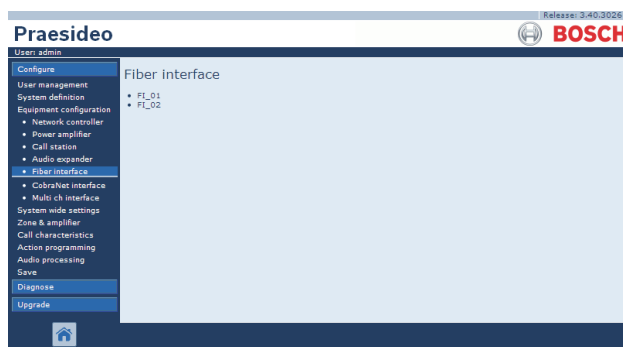

figura 44.50: Configurazione interfaccia a fibra ottica, passaggio 1
- 1 Passare a *Configure > Equipment configuration > Fiber interface*. Nella cornice principale dell'interfaccia web, appare una schermata simile a quella in figura 44.50.